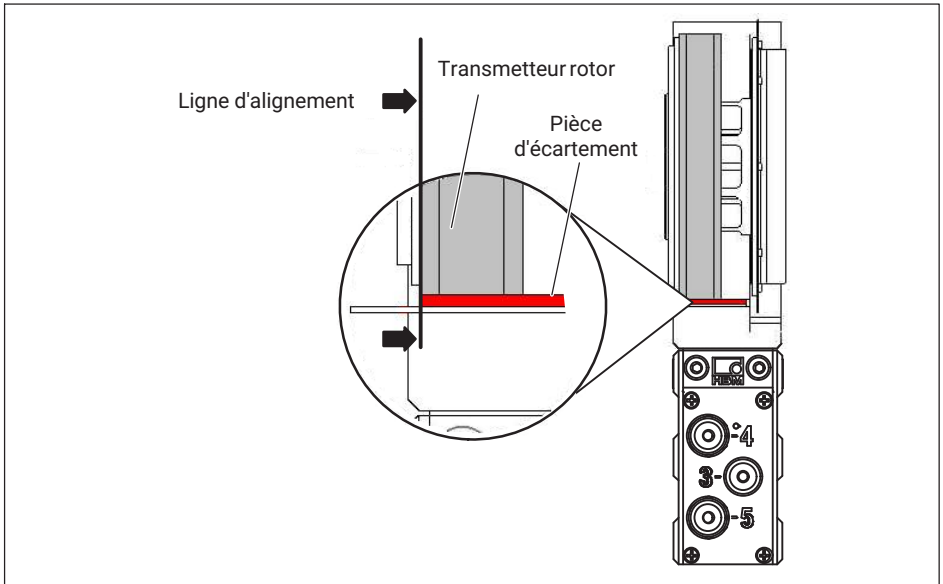

Fig. 8.18 Alignement axial par rapport au rotor
5. Aligner le stator axialement par rapport au rotor en utilisant les pièces d'écartement. Le rotor doit être aligné avec le bord de la pièce d'écartement rouge, voir Fig. 8.18.